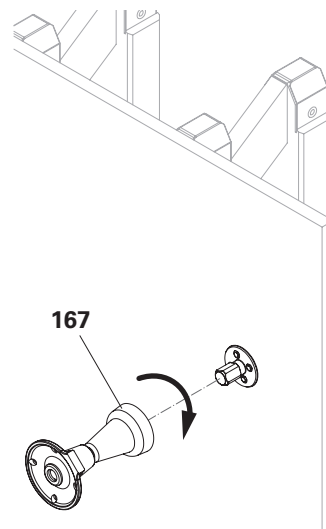

Fig. A3.23
3. Avvitare gli ancoraggi di ripresa pre-montati (**167**) sulla piastrina di predisposizione con vite M30 (**177**) e serrare. (Fig. A3.23 + A3.24)